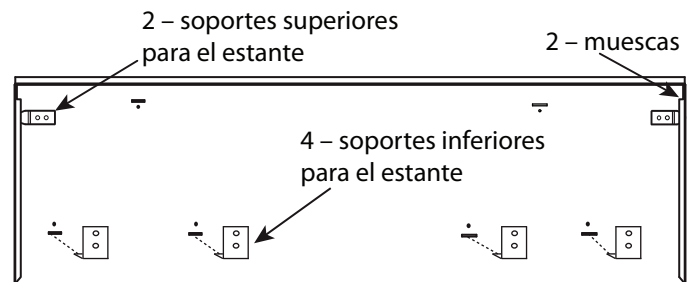

Figura 14: 48 Pulg Dorso de la placa mural
5. Instale la placa mural colocando las muescas de las esquinas (dorso de la placa mural) encima de los dos soportes superiores del estante. Deslice el accesorio del estante hacia arriba hasta que la parte inferior se enganche en los soportes inferiores (Figura 14).